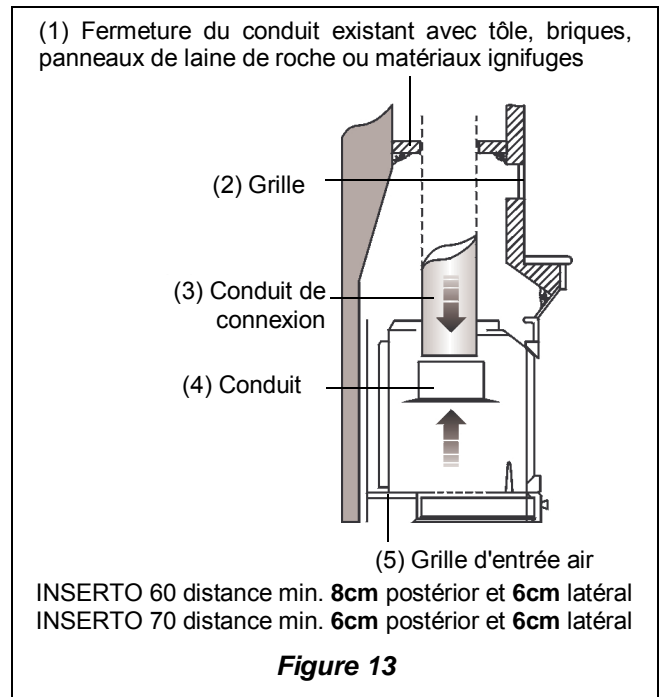

Figure 13
- laisser toujours **le minimum** de vide d'air indiqué entre l'insert et les parois, selon les différent models (v. Figure 13 - Figure 14)
Avant de positionner l'insert dans la cheminée pre-existante il est indispensable de fermer la partie haute interne de la cheminée en se servant d'une tôle (bien pre-perforée) ou de tout autre matériau ignifuge qui puisse supporter sans dommage une température très haute. (v. Figure 13)